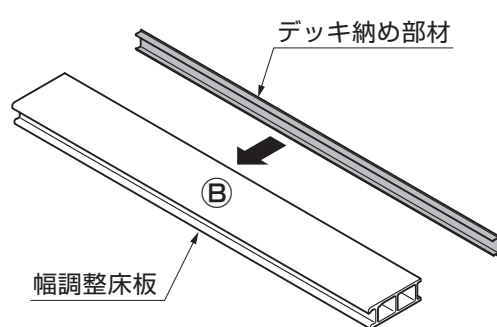

図2-29
④デッキ納め部材を幅調整床板にはめ込んでください。(図2-29参照)